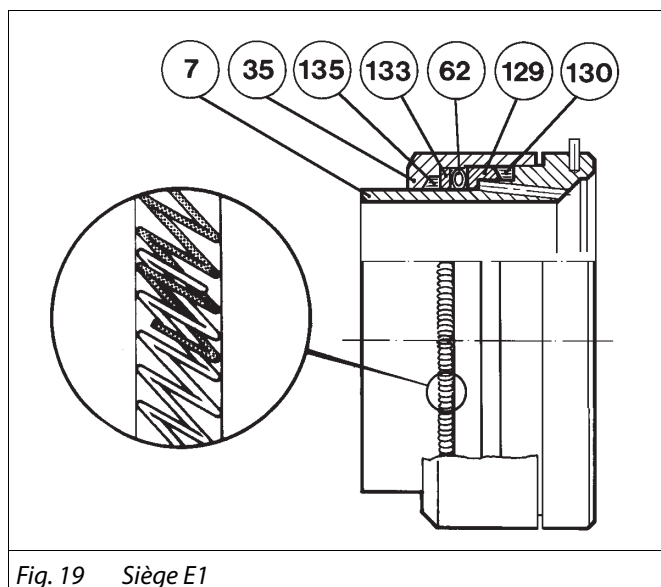

Fig. 19 Siège E1
- ☐ Lubrifier le joint torique (63) avec une graisse siliconée avant leur montage.
- ☐ Monter le joint torique (63).
- ☐ Mettre en place le joint torique (64) dans son logement.
- ☐ Monter le joint de siège (130) et l'anneau d'appui (129). Cf. Figure 19